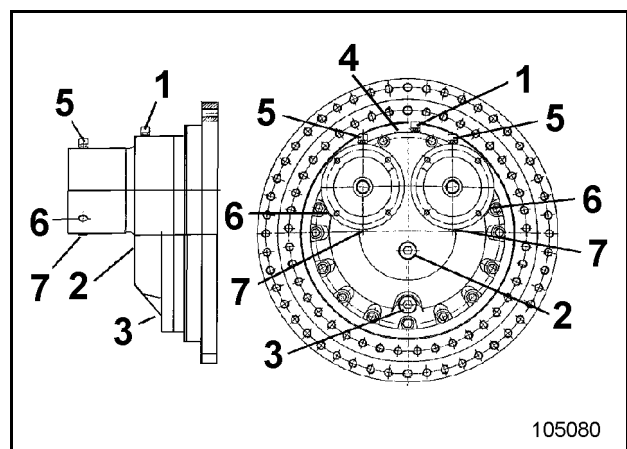

Fig. 3-114:
- Verschlusschraube (3, Fig. 3-114:) herausdrehen und Öl vollständig ablassen.